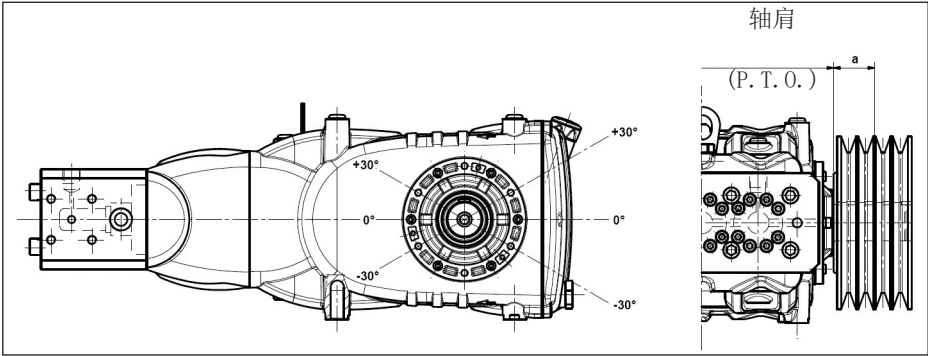

图 11
泵轴上的径向载荷不能超过7500 N（布局定义所必须的数值）。只有该载荷作用在距离轴肩（P. T. O.）的一段最大长度 $a=40$ mm时，传动才被视为适当，见图11。
b) 使用高效能皮带 - 例如XPB而不是SPB - 同样的功率传递, 使用的皮带数量会相对少, 继而相对轴肩 (P. T. O.) 的距离也会减少。图 11的“a”
- e) 按照图 11指出的方向张紧皮带, 其他需求请联系技术部 或售后服务中心。